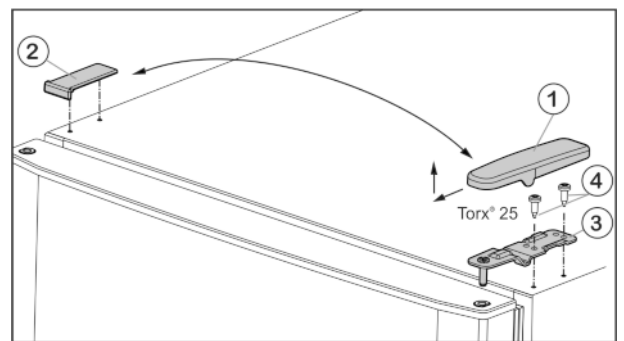

Fig. 5
- ▶ Enlever le cache Fig. 5 (1) vers l'avant et vers le haut.
- ▶ Retirer le cache Fig. 5 (2).
- ▶ Dévisser le support d'appui supérieur Fig. 5 (3) (2 Torx® 25) Fig. 5 (4) et retirer vers le haut.
- Placer le support d'appui supérieur Fig. 5 (3) sur le nouveau côté charnière de porte.
- Revisser le support de palier (**en appliquant un couple de 4 Nm**) (2 Torx® 25) Fig. 5 (4). Utiliser au besoin une visseuse sans fil.
- Remettre en place l'habillage Fig. 5 (1) du côté opposé depuis l'extérieur et l'enclencher.
- Remettre en place l'habillage Fig. 5 (2) du côté opposé depuis le dessus et l'enclencher.